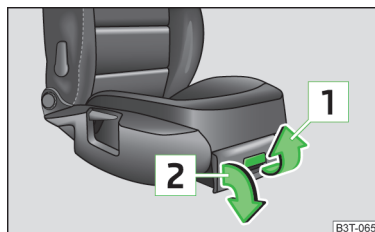

Abb. 92 Beifahrersitz: Ablagefach öffnen
➤ Den Griff in Pfeilrichtung 1 » Abb. 92 ziehen.
- Das Fach am Griff fassen und entgegen der Pfeilrichtung 2 » Abb. 92 schließen.